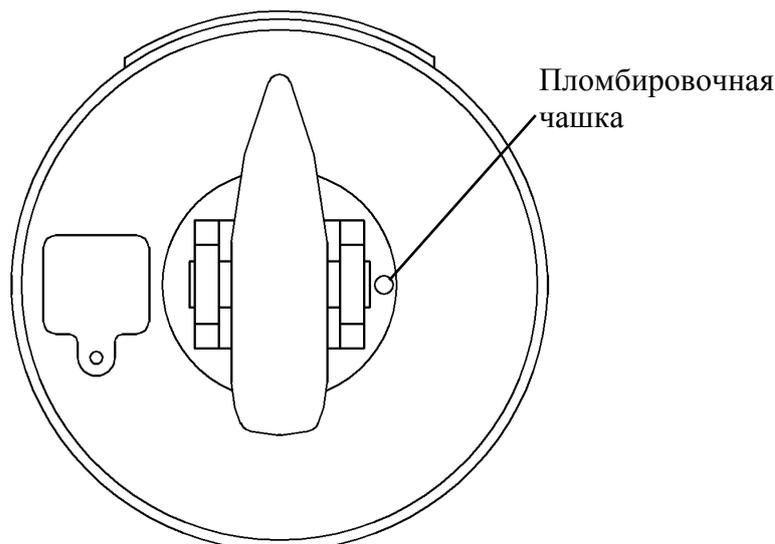

Рисунок 4 – Место нанесения оттиска поверительного клейма.
- нанесите на весы оттиск поверительного клейма (см. рис. 4).